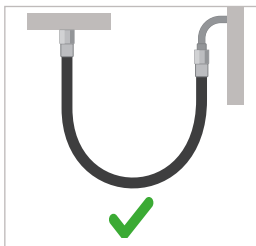
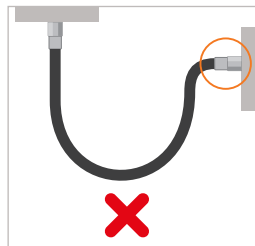

Abbildung 3
Abbildung 4
- ▶ Winkeln oder knicken Sie den Schlauch nicht über den zulässigen Biegeradius (siehe *Kapitel 4. Technische Daten auf Seite 33*) hinaus ab (*Abbildung 3* und *Abbildung 4*).